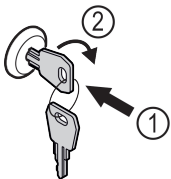

Fig. 94
- ▶ Paina avain lukkoon Fig. 94 (1).
- ▶ Kierrä avainta 90° myötäpäivään Fig. 94 (2).